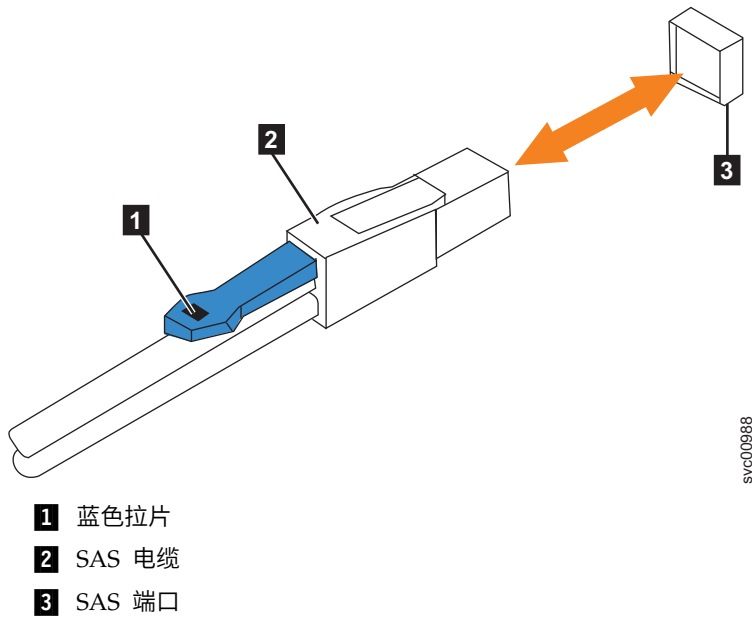

图 98. SAS 电缆接头的正确朝向
5. 确保 SAS 接口方向正确，如图 98 中所示。蓝色卡口必须朝向机柜容器的顶部。